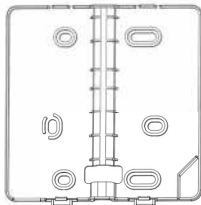

Fig.2
3. Comme illustré sur la Fig. 2, fixez le contrôleur filaire au mur avec trois vis, en les insérant dans les trois trous ovales situés à l'arrière du contrôleur.